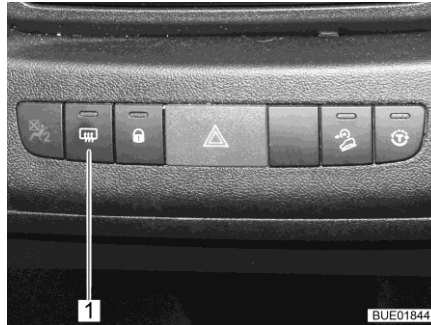

Fig. 43 Interrupteur du chauffage des rétroviseurs extérieurs
- Appuyer sur l'interrupteur (Fig. 43,1) situé sur le tableau de bord. Le voyant de contrôle de l'interrupteur signale la marche.